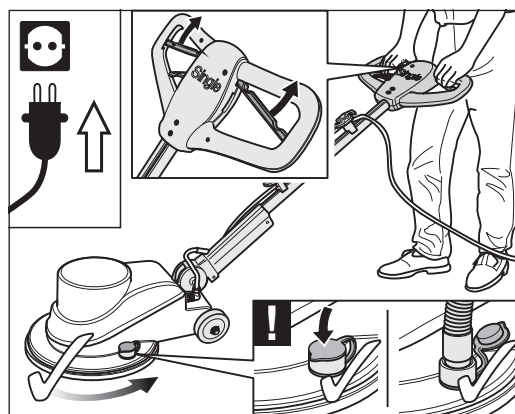

Abb. 14 Die Maschine erst in dieser Arbeitsstellung einschalten, wenn
- 1 Ziehen Sie die beiden Starthebel **gleichzeitig** und halten Sie den Handgriff mit **beiden** Händen fest (Abb. 14).